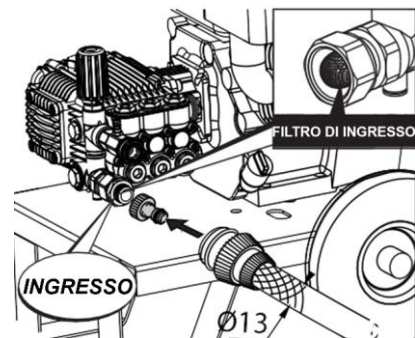

Fig. 11
- Collegare il tubo flessibile da giardino alla porta di ingresso della pompa (assicurarsi che il tubo flessibile non sia più lungo di 15 metri e abbia un diametro di almeno 13 mm). Serrare saldamente. Vedere la Fig. 11 per l'illustrazione.